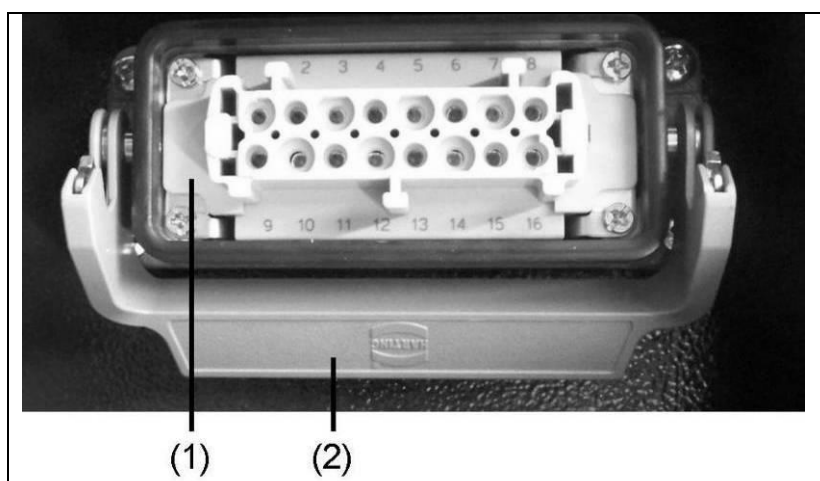

Abb. 5-4: Fernstarteinrichtung mit Harting-Stecker
1. Eventuell vorhandene Schutzkappe der Fernstartsteckdose nach entriegeln des Bügels (Abb. 5-4(2)) wegklappen.
2. Stecker des Verbindungskabels Fernstart-Bedienstand / Stromerzeuger in die Fernstartsteckdose (Abb. 5-4(1)) einstecken und mit dem Bügel (Abb. 5-4(2)) sichern.